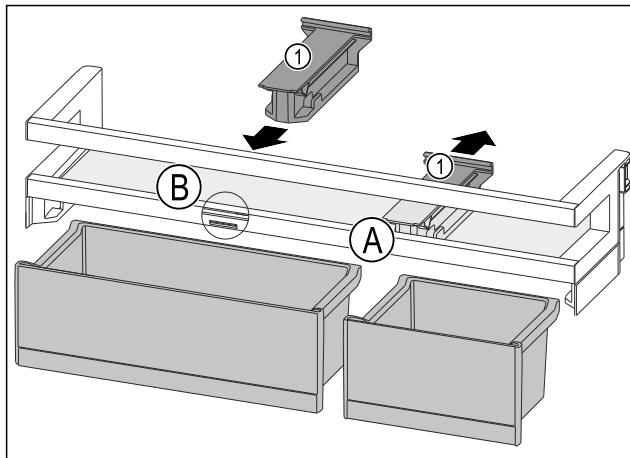

Fig. 127
- ▶ Издеглете задържащата част Fig. 127 (1) на позиция Fig. 127 (A) назад.
- ▶ Поставете задържащата част Fig. 127 (1) на позиция Fig. 127 (B).